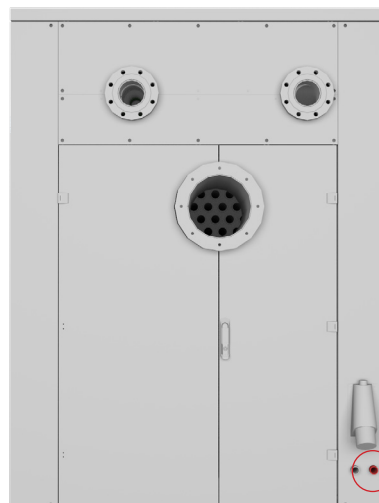

Рисунок 4. Патрубок дренажный
4. При необходимости ремонта поверхностей со стороны воды, или консервации котла, слить воду с котла. Слив воды производить через дренажное отверстие (Рисунок 4).